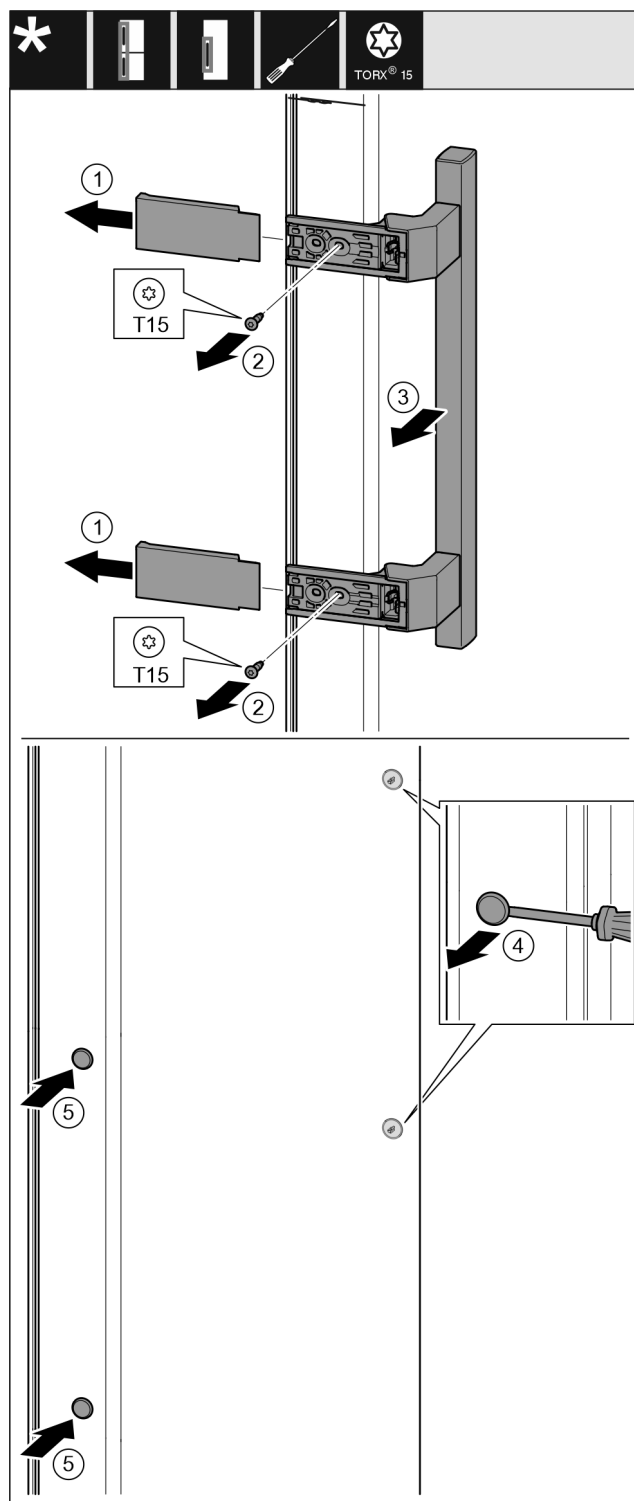

Fig. 17
- Stáhněte kryt. Fig. 17 (1)
- Šroubovákem Torx 15 vyšroubujte šrouby. Fig. 17 (2)
- Sejměte madlo. Fig. 17 (3)
- Postranní zátku opatrně plochým šroubovákem nadzvedněte a vytáhněte. Fig. 17 (4)
- Zátku opět vložte na druhé straně. Fig. 17 (5)